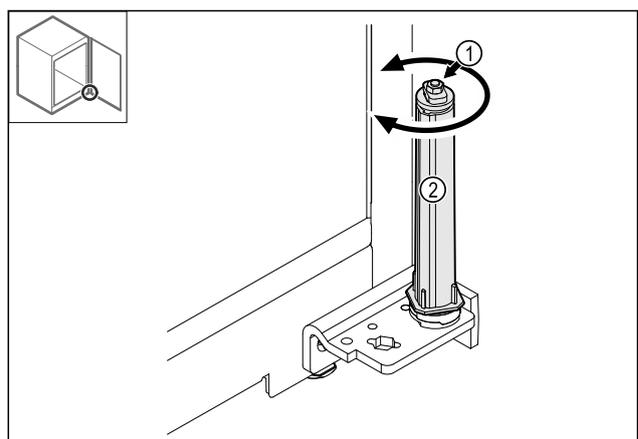

Fig. 36
- Verschraubung Fig. 36 (1) des Schließsystems nicht zerlegen.
- Schließsystem Fig. 36 (2) drehen, bis es klickt.